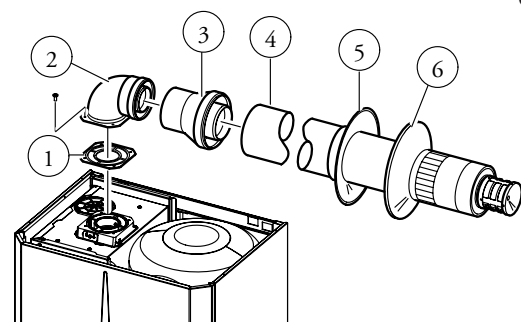

Fig. 1-19 Rys. 1-19 Obr. 1-19 slika. 1-19 ábra. 1-19 Илл. 1-19
Kit horizontal de aspiración - descarga Ø 80/125. Montaje del kit (Fig. 1-19): colocar el codo con collarín (2) sobre el orificio más interno de la caldera, poniendo entre medio la junta (1) y fijar la unión con los tornillos del kit. Montar el adaptador (3) acoplándolo su lado macho (liso) con el lado hembra del codo (2) (con juntas de labio) apretándolo hasta el fondo. Montar el terminal concéntrico Ø 80/125 (4) acoplándolo su lado macho (liso) con el lado hembra del adaptador (3) (con juntas de labio) apretándolo hasta el fondo, sin olvidar de introducir previamente las relativas anillas interna y externa, de esta forma se conseguirá la unión estanca de los elementos del kit.
El kit incluye (Fig. 1-19):
Poziomy zestaw doprowadzająco-spustowy Ø 80/125. Montaż zestawu (Rys. 1-19): zainstalować kształtkę rurkową z kołnierzem (2) w otworze centralnym kotła wraz z uszczelką (1) i włożyć śruby z zestawu. Podłączyć adapter (3) stroną męską (gładką) do strony żeńskiej kształtownika rurowego (2) (z uszczelkami) i docisnąć. Podłączyć końcówkę koncentryczną Ø 80/125 (4) stroną męską (gładką) do strony żeńskiej adaptera (3) (z uszczelkami), docisnąć, i sprawdzać, czy włożona została już odpowiednia rozeta wewnętrzna i zewnętrzna. W ten sposób zapewnia się szczelność elementów składowych zestawu.
Zestaw obejmuje (Fig. 1-19):